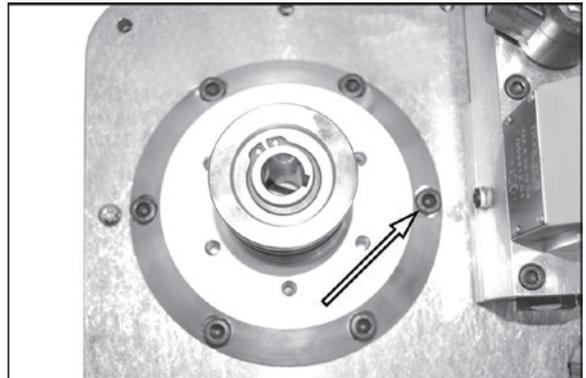

Figure 73.
4. Voir Figure 73. Enlevez les six boulons de l'adaptateur et l'adaptateur.